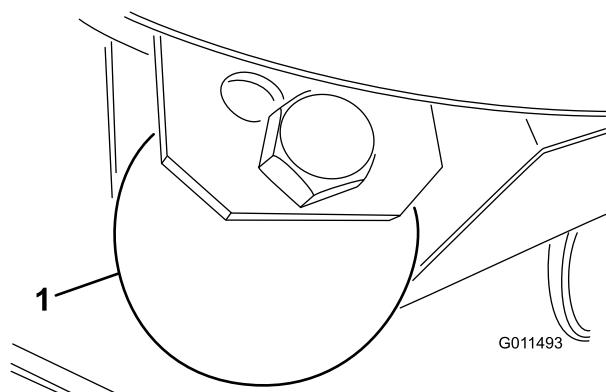

Рисунок 25
- Снимите болт и гайку крепления копирующего колеса к кронштейнам режущего блока (Рисунок 25).